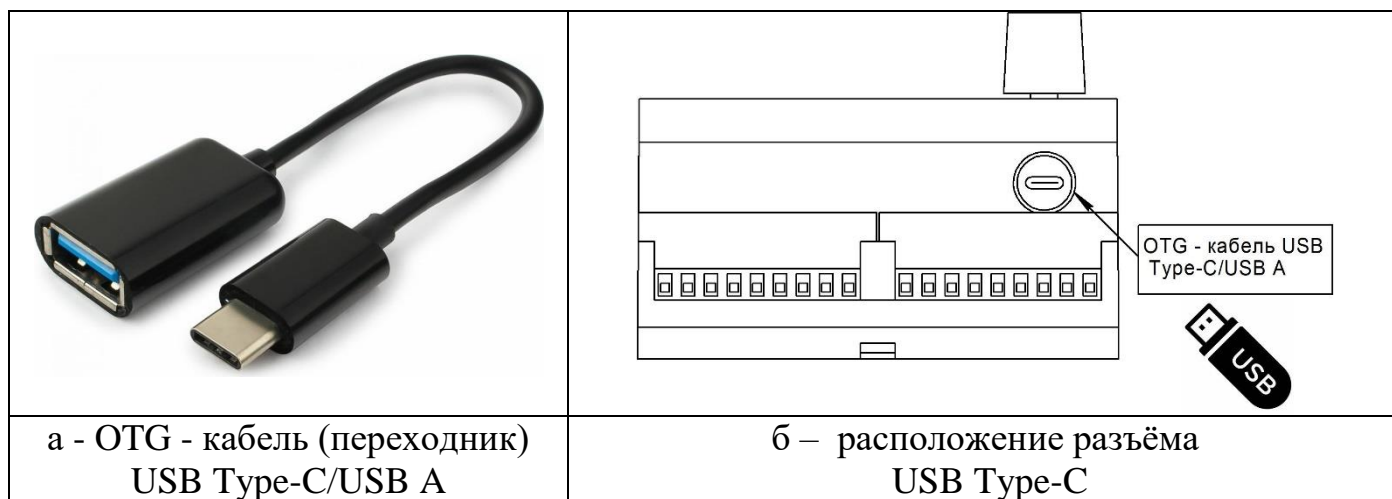

Рисунок 16 – Подключение USB-Flash накопителя
- 1 Подключить USB-Flash накопитель в разъем USB Type-C контроллера через OTG - кабель (переходник) USB Type-C/USB A (рисунок 16 а, б).